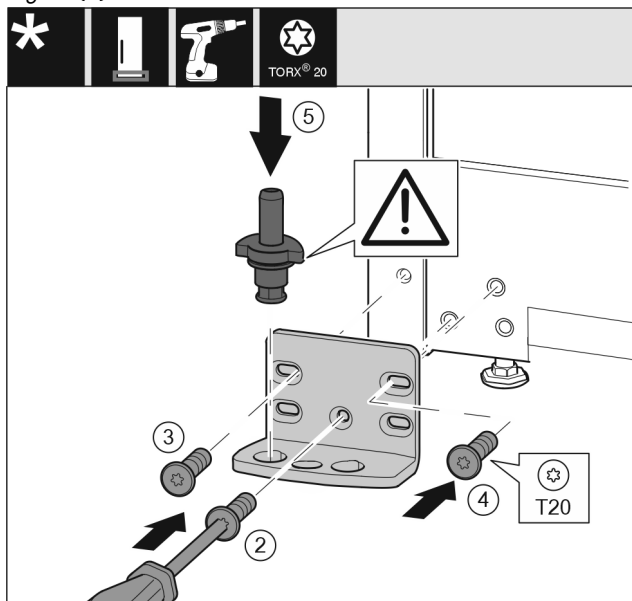

Fig. 18
- ▶ Coloque el soporte de cojinete en el otro lado y atorníllelo con la ayuda de un destornillador T20. Comience por el tornillo 2 en la parte inferior central. *Fig. 18 (2)*
- ▶ Atornille los tornillos 3 y 4. *Fig. 18 (3,4)*
- ▶ Coloque el perno de cojinete completo. Preste atención a que el saliente de retención esté orientado hacia atrás. *Fig. 18 (5)*